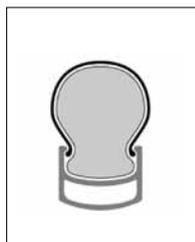

FIGURE 54:
9. Gonflez le pneu jusqu'à environ la moitié de la pression prescrite et vérifiez que les talons du pneu sont bien en place dans la jante (Figure 54).